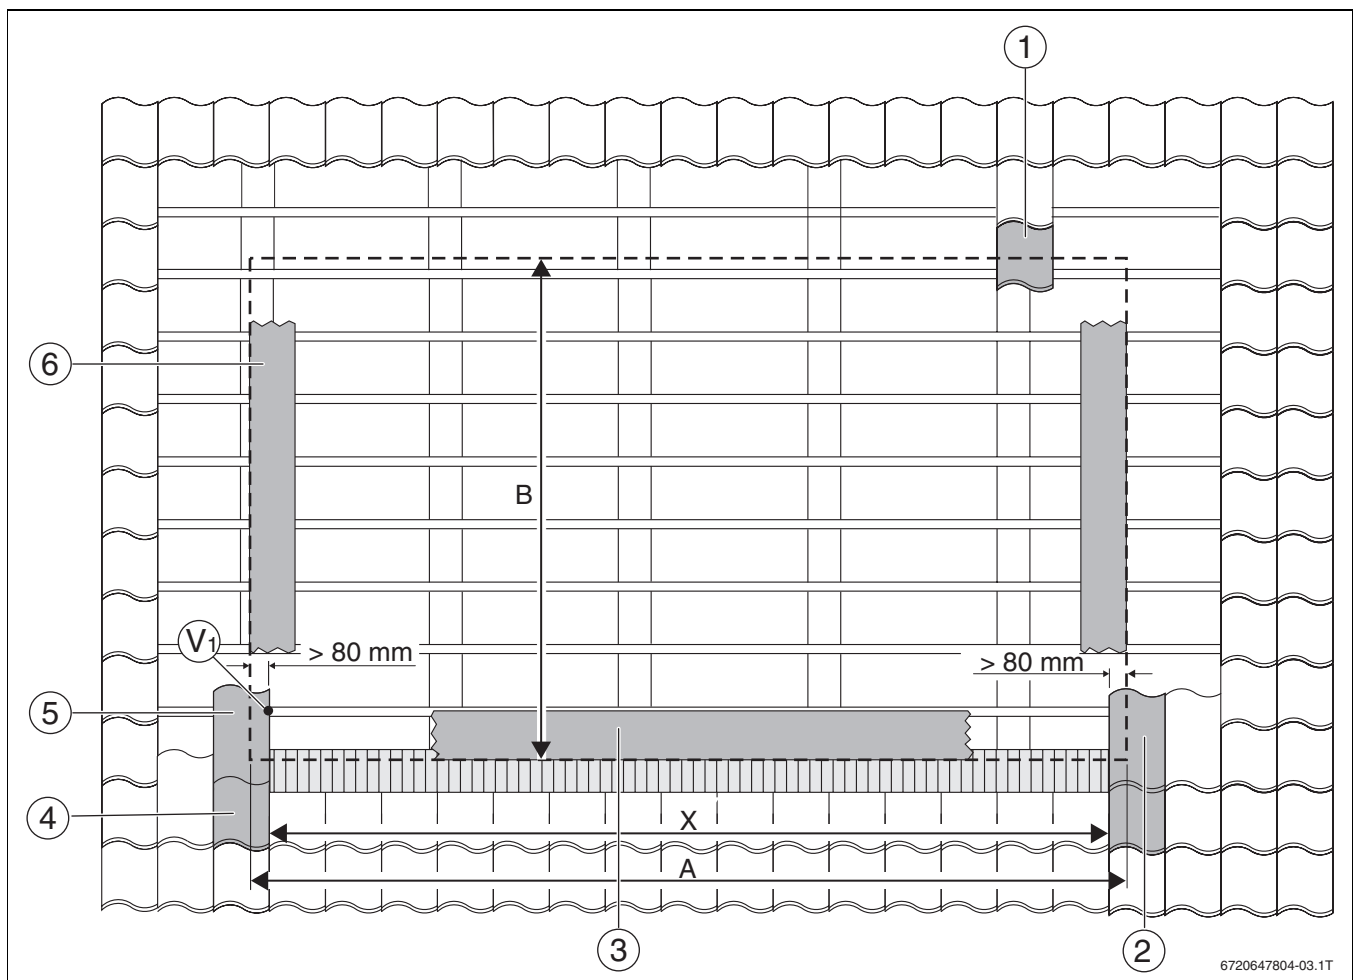

Bild 24 Lage des Kollektorfelds
- Maß X auf das Dach übertragen und linke Dachziegelreihe (→ Bild 24, [5]) festlegen.
- Rechte Dachziegelreihe (→ Bild 24, [2]), die ggf. später beim Eindecken geschnitten werden muss, festlegen.
- Unter Berücksichtigung von Maß B untere Dachziegelreihe (→ Bild 24, [4]) festlegen.
- Obere Dachziegelreihe, die ggf. später beim Eindecken geschnitten werden muss, (→ Bild 24, [1]) festlegen.